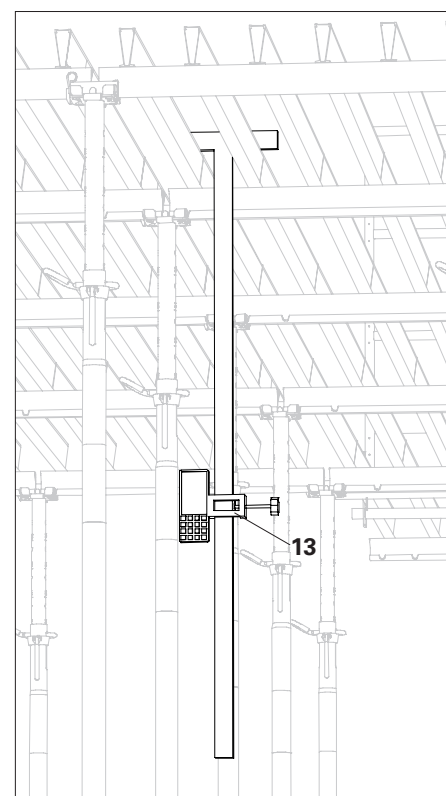

Fig. A8.02
Ausilio per l'allineamento (13) con elemento a T, realizzato ad es. con una striscia di manto. (Fig. A8.02)